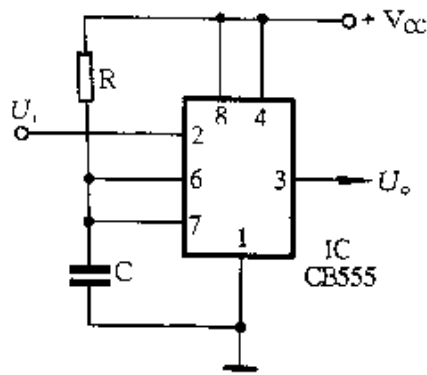
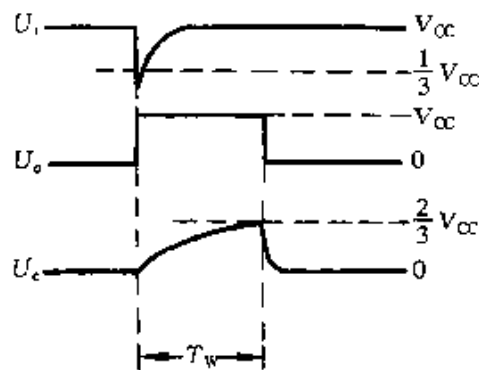

图 2-328
图 2-329
① 555 时基电路组成的单稳态触发器如图 2-328 所示，电阻 R 和电容 C 组成定时电路。平时，电路处于稳态，输出端(③脚) $U_o = 0$ ，放电端(⑦脚)导通到地， C 上无电压。当在其输入端(②脚)输入一负触发信号 U_i ($\leq 1/3 V_{CC}$) 时，电路翻转为暂稳态， $U_o = 1$ ，放电端(⑦脚)截止，电源经 R 向 C 充电。当 C 上电压达到 $2/3 V_{CC}$ 时，电路再次翻转回复到稳态，暂稳态结束， $U_o = 0$ ，放电端(⑦脚)导通将 C 上电压放掉，直至下一次触发。电路输出脉宽 $T_w \approx 1.1 RC$ ，各点工作波形如图 2-329 所示。